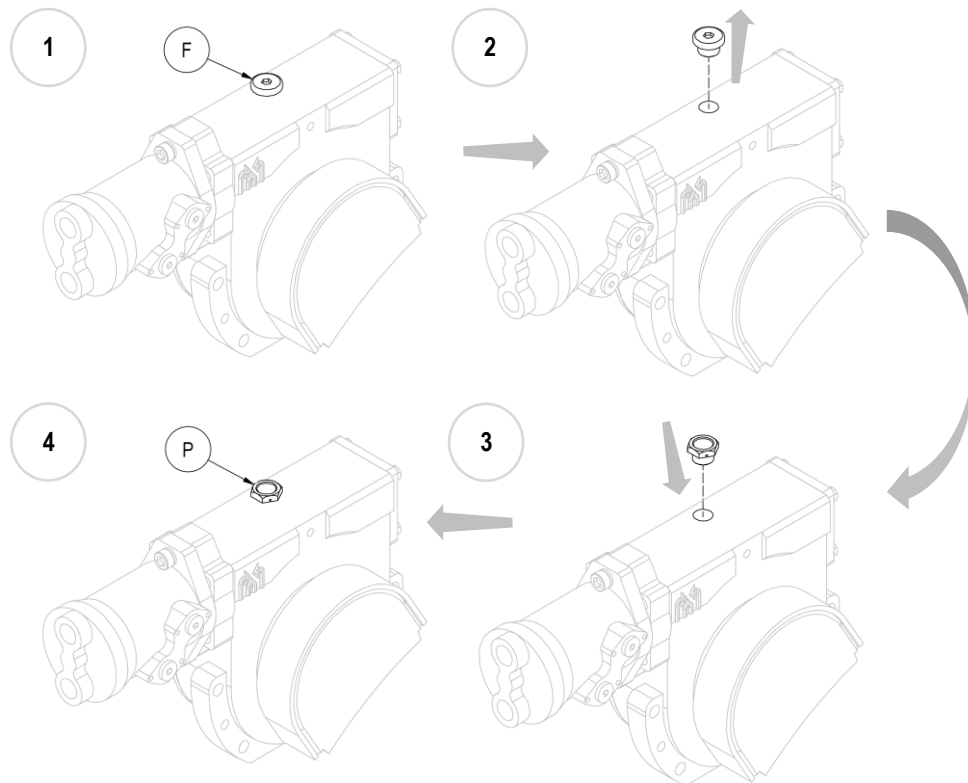

Figura 12
11. **N.B.** Ad attrezzatura montata, sostituire il tappo cieco di rabbocco olio in ferro (F) con quello in plastica fornito in dotazione (P), provvisto di sfiato (vedi *Figura 12*).